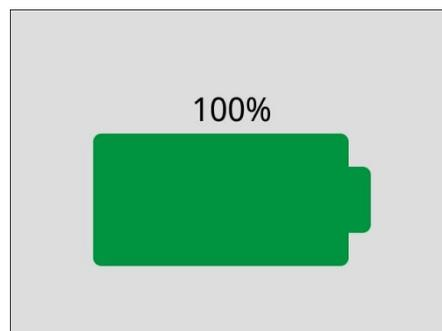

Abbildung 14.30 Bestätigung des An- und Abdockens
Nach dem Andocken schaltet sich die MIRI® M Kammer automatisch ein und zeigt den Akkustand in Prozent an (siehe Abb. 14.30).
6. Das erfolgreiche Andocken wird durch eine kurze visuelle Rückmeldung auf dem Display (siehe Abbildung 14.30) und das Aufleuchten der LED-Hintergrundbeleuchtung je nach Zustand der Kammer bestätigt: